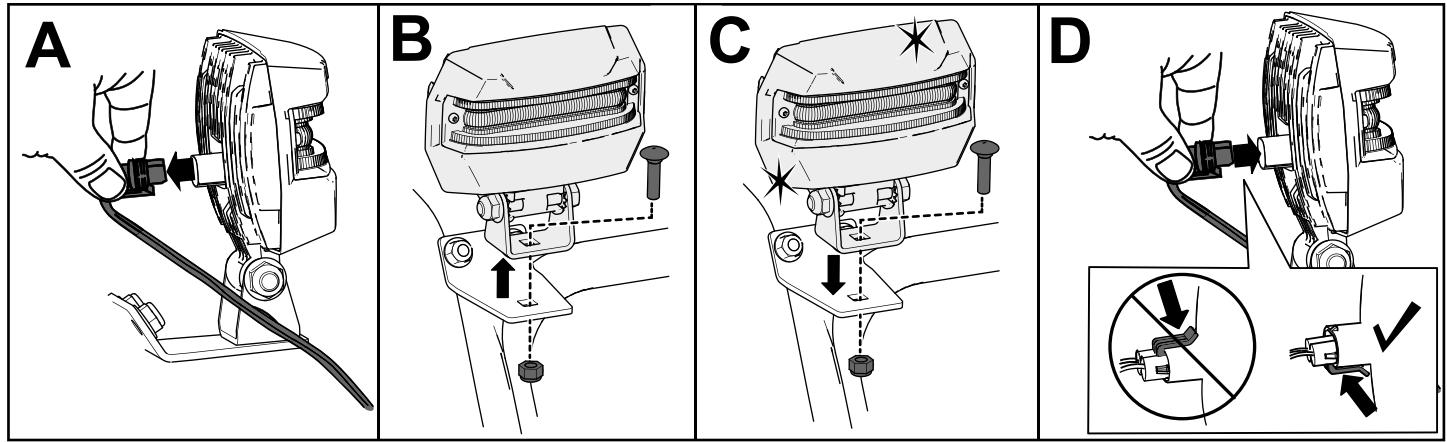

Figure 44
1. Débranchez le câble à l'arrière du phare (encadré A de la Figure 44).
2. Retirez le boulon et l'écrou qui fixent le phare sur son support, puis déposez le phare (encadré B de la Figure 44).
3. Fixez le nouveau phare sur le support au moyen de l'écrou et du boulon retirés précédemment (encadré C de la Figure 44).
4. Branchez le câble du phare directement à l'arrière du phare en l'enfonçant bien en place (encadré D de la Figure 44).